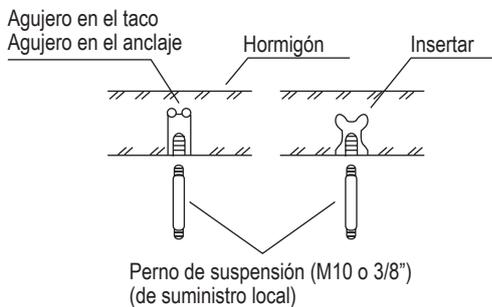
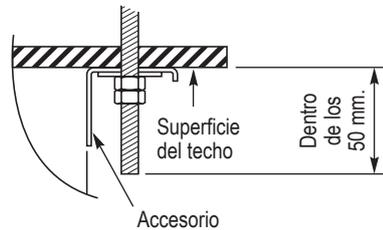

Fig. 3-6
Fig. 3-8
- (2) Perforar en los 4 puntos indicados en el diagrama escala 1:1.
- (3) Dependiendo del tipo de techo:
- a) insertar pernos de suspensión (Fig. 3-6)
- (4) Enroscar los pernos de suspensión, permitiéndoles sobresalir del techo (Figs. 3-6 y 3-7). La máxima diferencia de longitud admisible entre las partes expuestas de los pernos es de 50 mm. (Fig. 3-8)